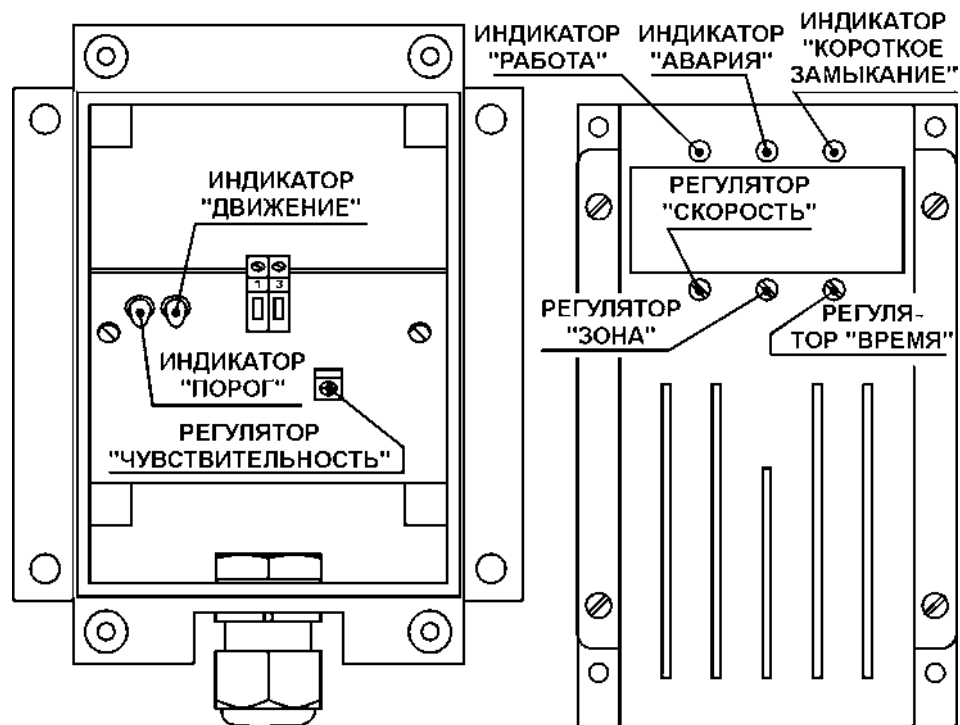

Рис. 12. Органы настройки и индикации устройства контроля скорости РДКС-01.
- Органы настройки и индикации устройства РДКС-01 показаны на рис. 12.